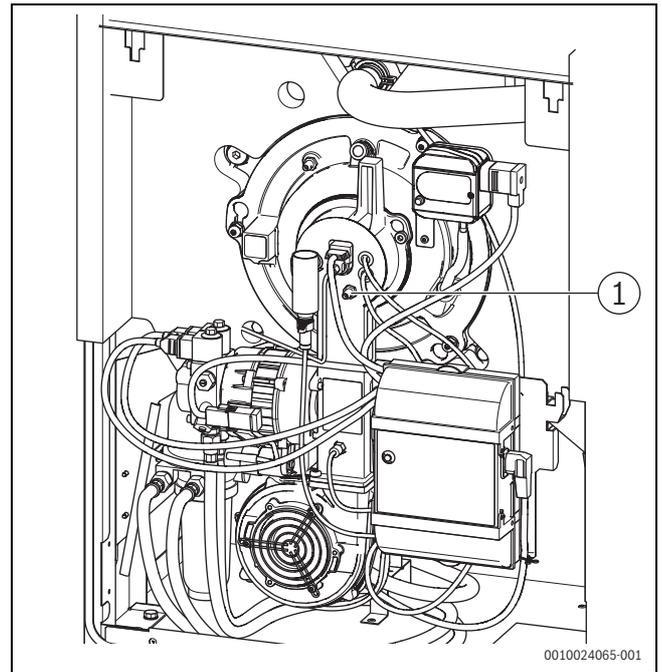

Bild 58 Statischen Gebläsedruck messen
- ▶ Druckmessstutzen (→Bild 58, [1], Seite 33) für den statischen Gebläsedruck am Brennergehäuse öffnen.
- ▶ Messgerät für statischen Gebläsedruck am Druckmessstutzen (→Bild 58, [1], Seite 33) des Brennergehäuses anschließen.